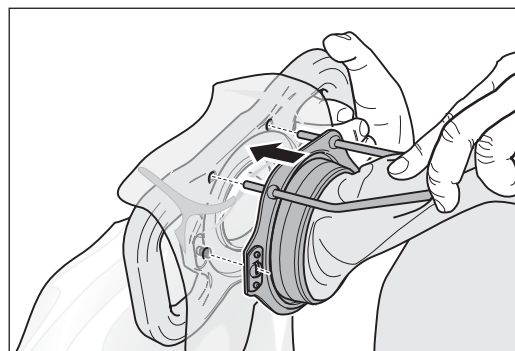

Fig. 18 Meta el saco colector de polvo.
- 10 Meta el saco colector de polvo en el dispositivo. Tenga en cuenta la posición correcta del varillaje: Las clavijas tienen que entrar en los agujeros previstos para este fin (Fig. 18).
- 11 Ejerciendo una ligera presión, se puede introducir el saco colector de polvo completamente en el dispositivo. Durante este proceso, las espigas del varillaje del saco atraviesan la bolsa para basuras, asegurándola contra el desplazamiento (Fig. 18).